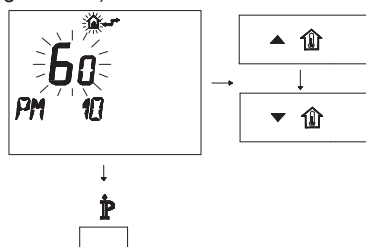

Figura 5.53
- Per modificare il SET programmato agire sui pulsanti ▲  o ▼  e aspettare che il numero programmato cominci a lampeggiare (Figura 5.53).